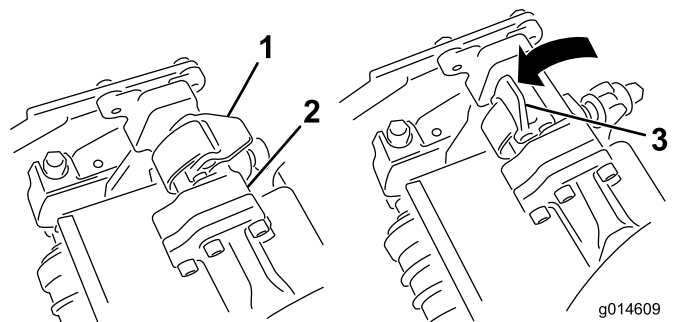
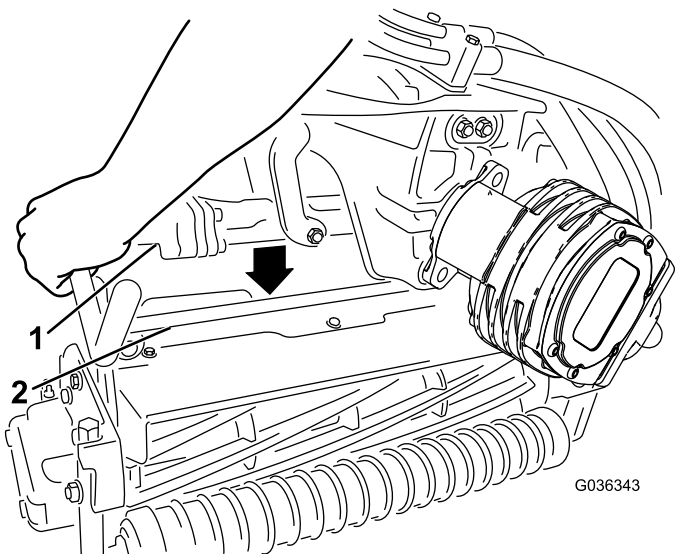

图51
图52
4. 当悬挂臂杆上的门锁指向上方即打开时 图51 向下压悬挂臂使悬挂臂杆与滚刀组上方的支架相契合 图52。
5. 向下并绕着滚刀组横杆关闭门锁将它们锁定到位 图51。
- 打开您正在拆下的滚刀组悬挂臂上的门锁 图51。